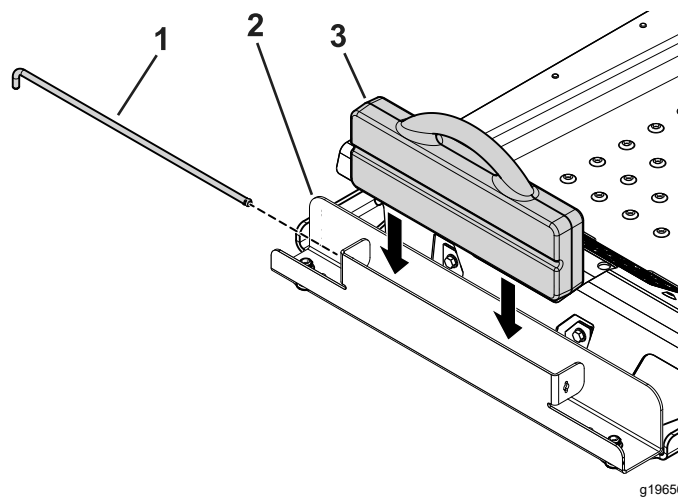

Figura 5
4. Insira o peso em forma de mala no tabuleiro de pesos com o lado ranhurado virado para a frente da máquina (Figura 5).
5. Insira a barra de retenção no tabuleiro e rode-a para a posição de bloqueada (Figura 5).